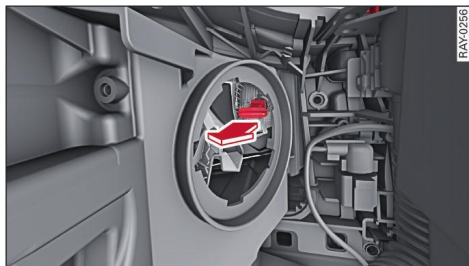

Fig. 192 Faro: Conector de plástico del intermitente
- Saque el conector, junto con la lámpara, de la carcasa ⇒ *fig. 192*.